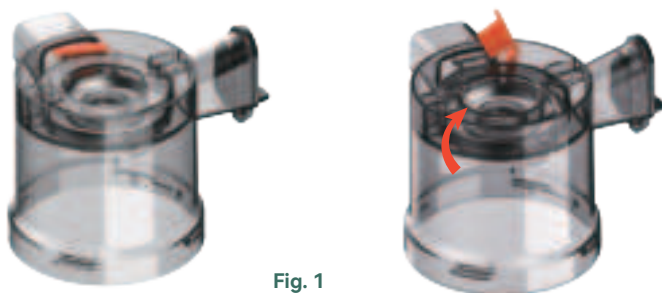

Fig. 1
1. Si prega di pulire la valvola in silicone sotto la ciotola di spremitura. Rimuovere la valvola in silicone come mostrato nell'immagine (Fig. 1) per facilitare la rimozione della polpa, quindi sciacquarla sotto acqua corrente.